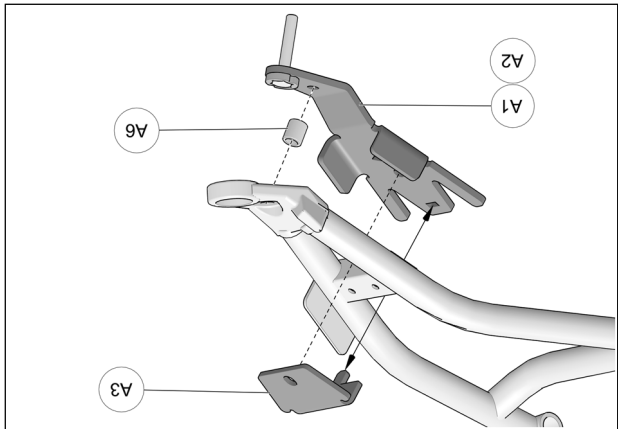

Fig. 15
5. Positionner la partie inférieure de l'ancrage anti-rotation (A1-A2) sous le bras de suspension inférieur. Positionner la partie supérieure (A3) au-dessus du bras de suspension de façon à ce que le tenon de la partie pliée entre dans le trou rectangulaire de la partie inférieure. Insérer la douille (A6) entre l'ancrage et le bras de suspension, à la position montrée à la Fig. 15